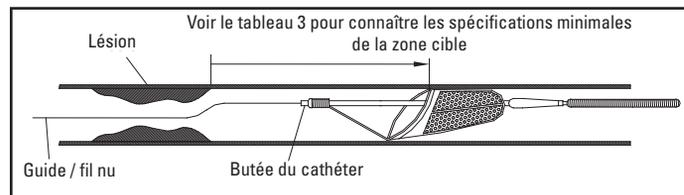

Figure 2. Zone cible minimum
- Faire progresser le système FilterWire EZ à travers la lésion jusqu'à ce que l'ouverture de la boucle du filtre puisse être déployée dans la zone cible minimum recommandée (voir le tableau 3 et la figure 2). Cette distance doit être maintenue tout au long de la procédure.
4. Faire progresser le système FilterWire EZ jusqu'à ce que l'ouverture de la boucle du filtre puisse être déployée dans la zone cible minimum recommandée (voir le tableau 3 et la figure 2). Cette distance doit être maintenue tout au long de la procédure.